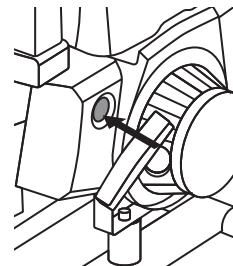

Рис. 8
Кнопка выключения зажигания (рис. 8) служит только для остановки двигателя мотопомпы. Нажимать её перед запуском двигателя не требуется. Кнопка выключения прерывает прохождение тока в системе зажигания, только на время её нажатия и удержания. Нажмите и удерживайте кнопку до полной остановки двигателя и прекращения работы мотопомпы.
- После запуска двигателя убедитесь в том, что мотопомпа подаёт воду, в противном случае остановите двигатель кнопкой выключения (рис. 8).
зажигания двигателя до полной остановки (рис. 8).